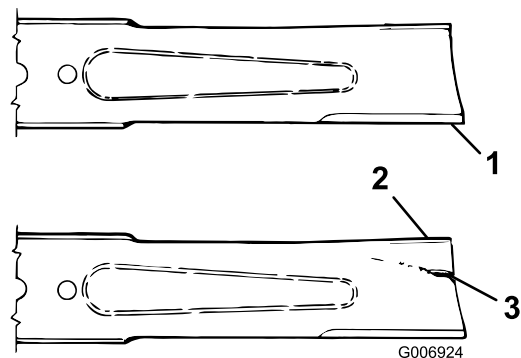

Bild 84
3. Prüfen Sie die Schnittkanten des Messers sorgfältig, insbesondere dort, wo die geraden Flächen die gebogenen berühren (Bild 84).
4. Wenn Sie Abnutzungen (Bild 84) feststellen, sollten Sie das Messer auswechseln, siehe Entfernen und Einbauen eines Messers (Seite 64)